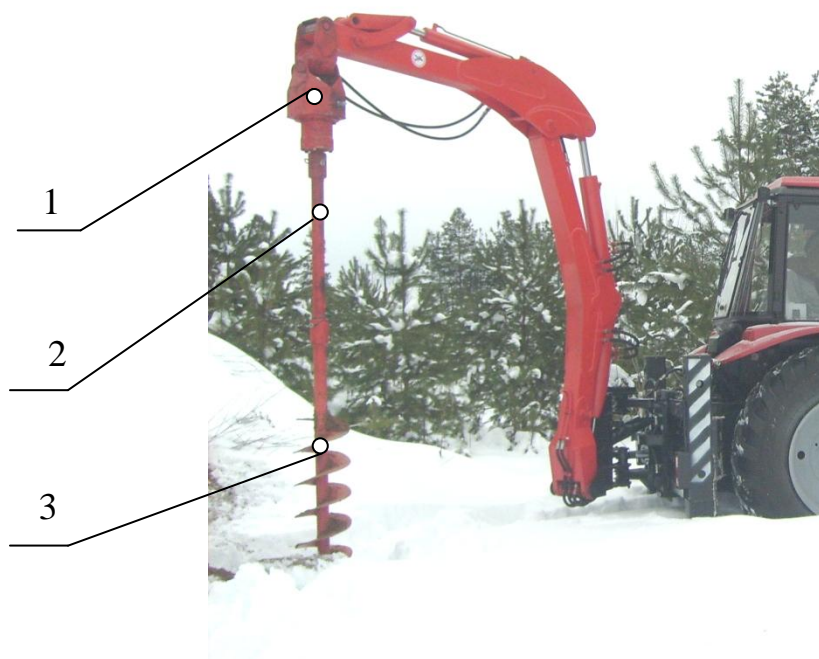

Рисунок 1. Общий вид и основные узлы Бура гидравлического Э-01-060 с установкой на ЭБП-11
- Узел привода вращения бура (поз. 1 рис. 1), в который входит Крестовина, при помощи которой он навешивается на Рукоять экскаватора, и Подвеска, в которую устанавливается Гидромотор и Шпиндельный узел привода вращения Бура;
- Удлинитель (поз. 2 рис. 1), который предназначен для увеличения глубины бурения;
- Бур (поз. 3 рис. 1), который является рабочим инструментом и может изготавливаться различных исполнений, в зависимости от диаметра.
- в сливной рукав (от гидрораспределителя в бак) врезается Тройник Э-01-60.06 (см. рис. 1);